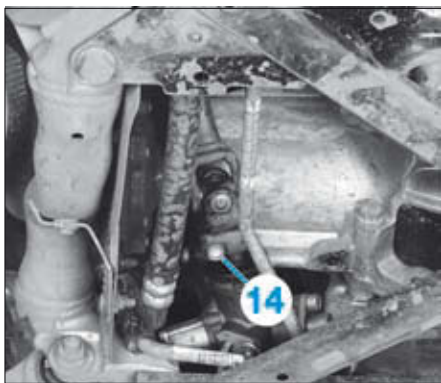

FIG. 12
- Déposer la vis (14) du joint de cardan de colonne de direction sur le boîtier (Fig.12).